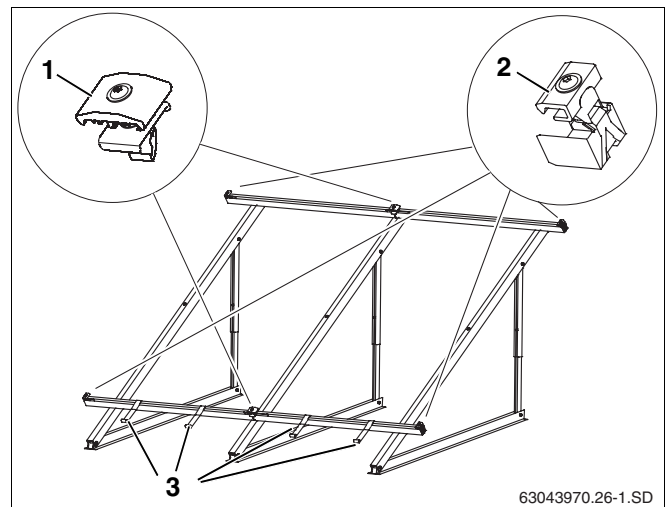

Fig. 43 Elementos de fijación del colector
La fijación de los colectores sobre los perfiles guía se realiza mediante los tensores unilaterales del colector (fig. 43, **pos. 2**) tanto al principio como al final de una fila de colectores y mediante los tensores bilaterales del colector (fig. 43, **pos. 1**) entre colectores.
Los seguros contra deslizamiento (fig. 43, **pos. 3**) evitan además que el colector resbale.